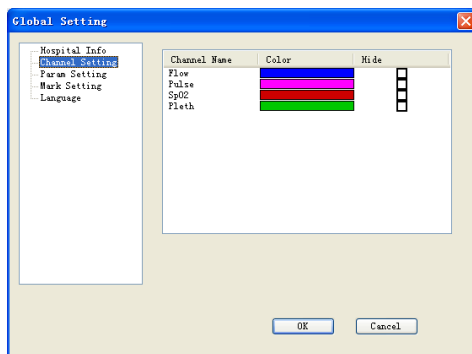

Figura 5.26
- 2) All'interno dell'interfaccia "Channel Setting" (Impostazioni canale) è possibile impostare il colore delle forme d'onda per ciascun canale (fare clic sulla barra dei colori per modificarle); in questa sezione è inoltre possibile impostare se visualizzare o nascondere le relative forme d'onda, come mostrato nella Figura 5.26.